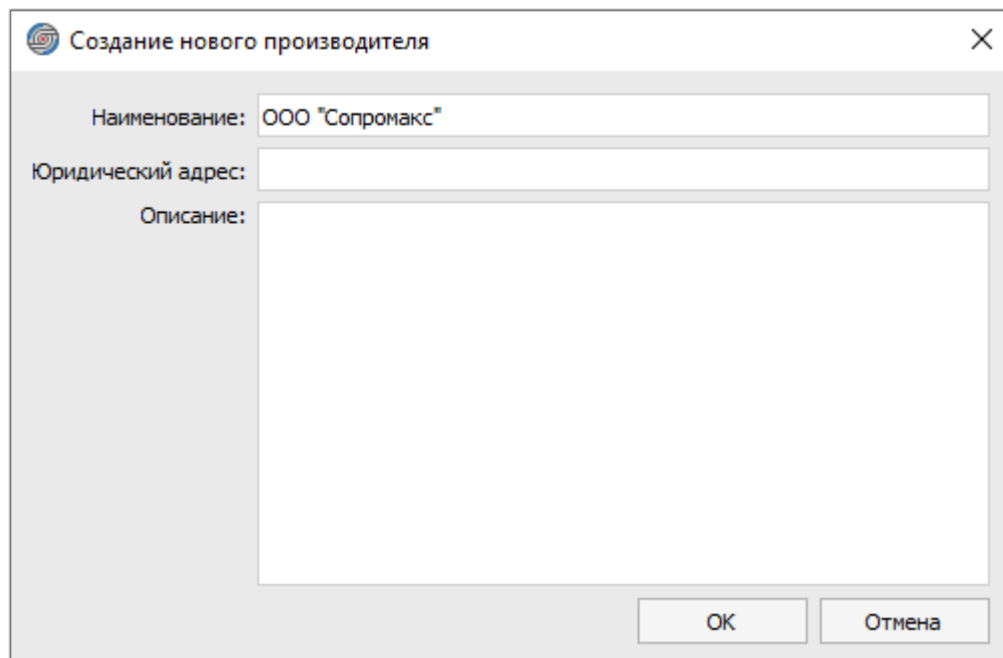

Рисунок 119. Диалоговое окно «Создание нового производителя»
- 2) В открывшемся диалоговом окне «Создание нового производителя» (см. рисунок 119) ввести значения в текстовых полях: